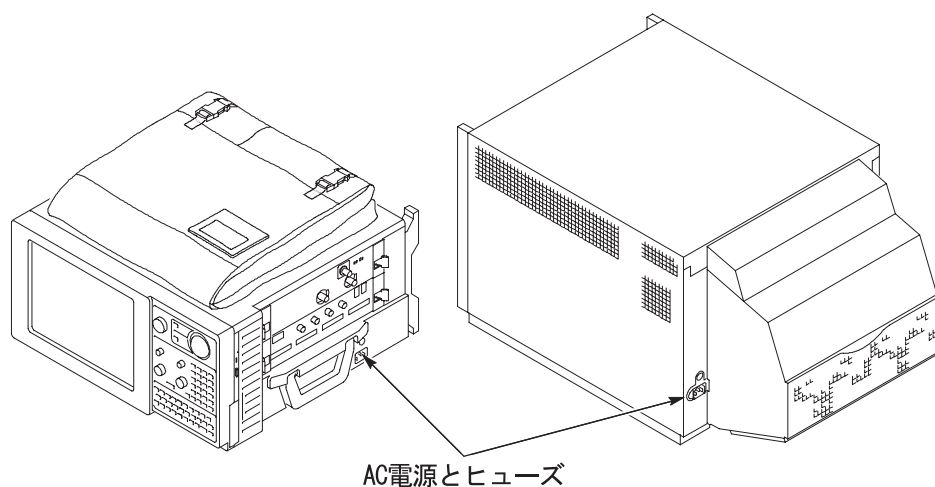

図 14 : ヒューズと電源コード・コネクタの場所
2. 電源コードを接続します。19 ページの図 14 を参照してください。